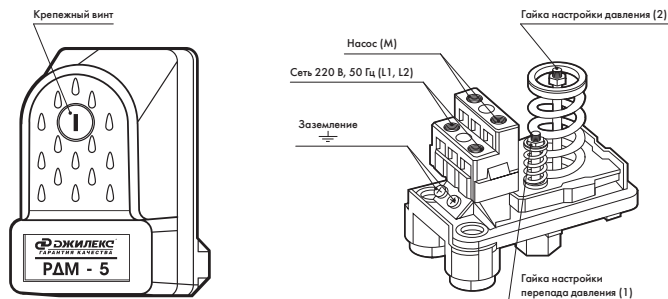

рисунок 3
- отвинтив крепежный пластмассовый винт (см. рисунок 3), снять крышку реле.
Регулировка уровня верхнего и нижнего предела давления РДМ-5 осуществляется гайкой (2), фиксирующей положение пружины (см. рисунок 3). Для того, чтобы увеличить значение уровня верхнего и нижнего предела давления, необходимо закручивать гайку по часовой стрелке.
Гайка (1) предназначена для регулировки перепада давления путем изменения уровня нижнего предела (см. рисунок 3). Для того, чтобы увеличить перепад давления, необходимо отвернуть гайку против часовой стрелки, тем самым